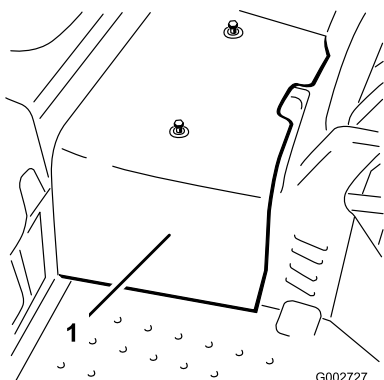

Bild 40
2. Lösen Sie die zwei Schrauben, mit denen die mittlere Haube an der Maschine befestigt ist, und nehmen Sie die Haube ab (Bild 40).